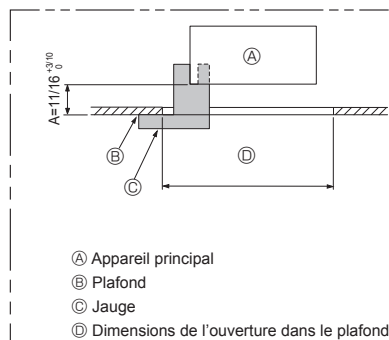

Fig. 2-6
- S'assurer que le point A s'effectue dans une fourchette allant de 17 à 22 mm, 11/16 à 7/8 pouce. Le non respect de cette marge pourrait être à l'origine de certains dégâts. (Fig. 2-6)